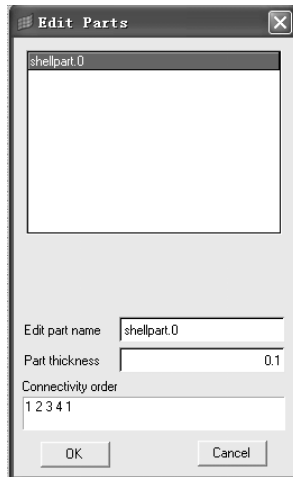

图 6-34 Edit Parts 对话框
1) 在 Model Browser 中的 auto_shellsection.3 上单击鼠标右键，在弹出菜单中选择 Edit 命令。屏幕会弹出如图 6-34 所示的对话框。